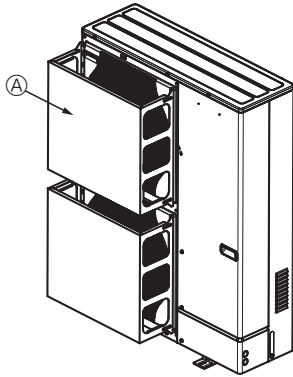

Fig. 2-4
- ② Zainstalować opcjonalną zabezpieczającą kierownicę powietrza w przypadku, gdy jednostka zewnętrzna jest zainstalowana w miejscu, w którym silny wiatr, np. tajfun, może bezpośrednio działać na wylot powietrza. (Fig. 2-4).